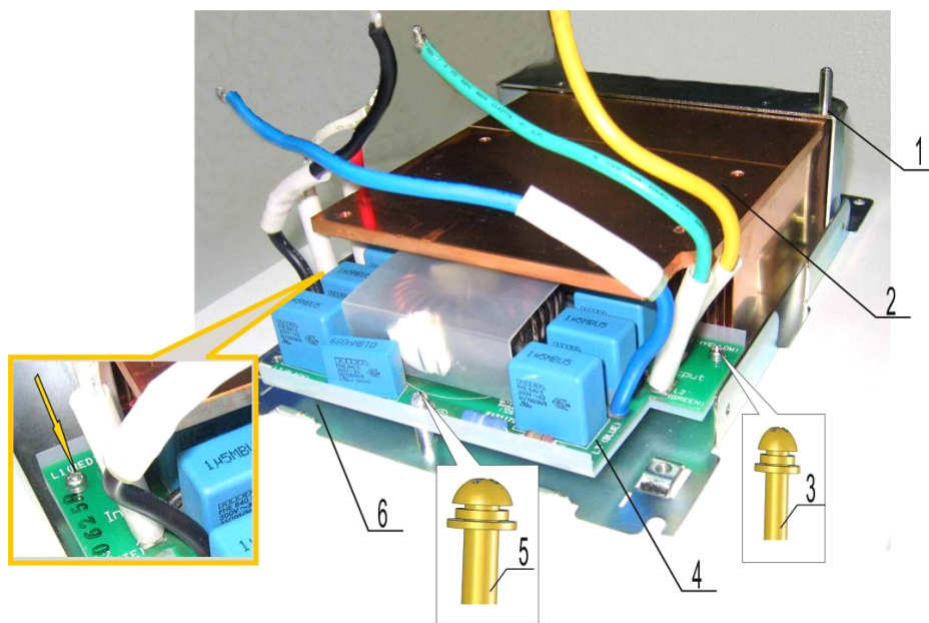

Рисунок 7.1
7.1.1 Взять сборку, состоящую из основания 6, радиатора 2 и кронштейна 1 (рисунок 7.1), положить на рабочий стол. При необходимости удалить с поверхности радиатора остатки теплопроводного компаунда салфеткой, смоченной СБС.
7.1.2 Установить плату 4, совместив отверстия платы с резьбовыми отверстиями стоек основания 6, вкрутить в отверстия платы два винта 3 и один винт 5 (рисунок 7.1).